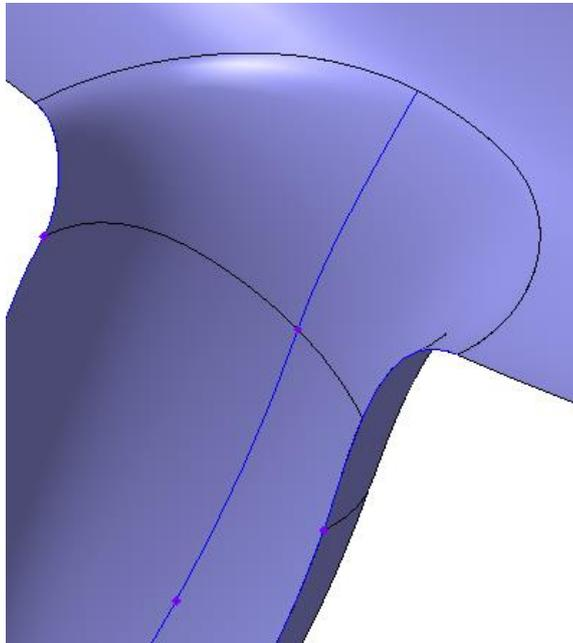

Рисунок 70
- Нажмите кнопку Создать объект .(рис.70)